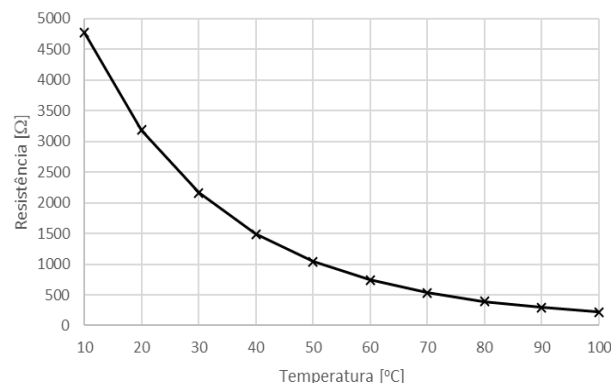

Figura 1: Gráfico da resistência versus temperatura conforme valores da Tabela 1
(1)A tabela 1 mostra valores medidos experimentalmente da resistência do termistor em função da temperatura. A Figura 1 mostra a mesma informação em formato gráfico. Note que este termistor apresenta coeficiente de temperatura negativo (NTC).